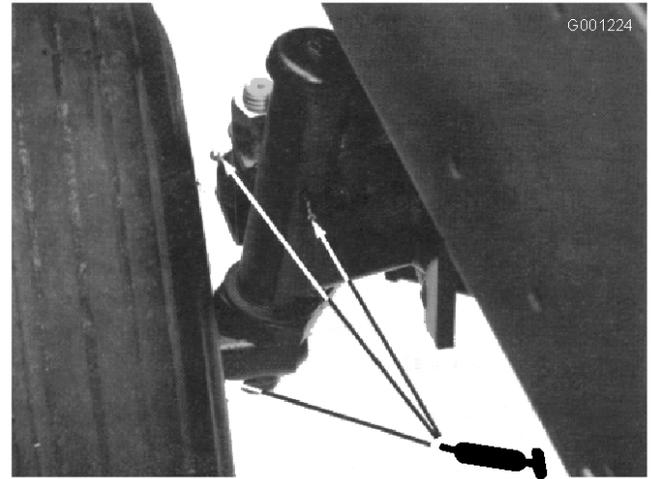

Figura 41
- boccole dei perni degli assali, ruote posteriori (Figura 41)